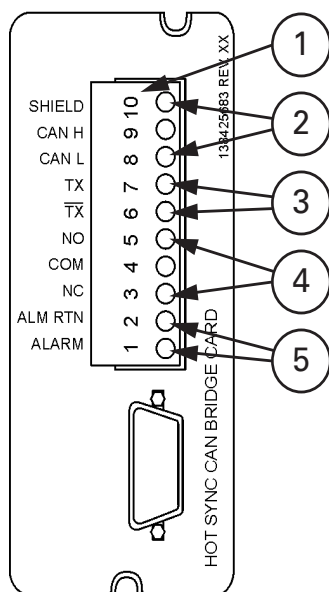
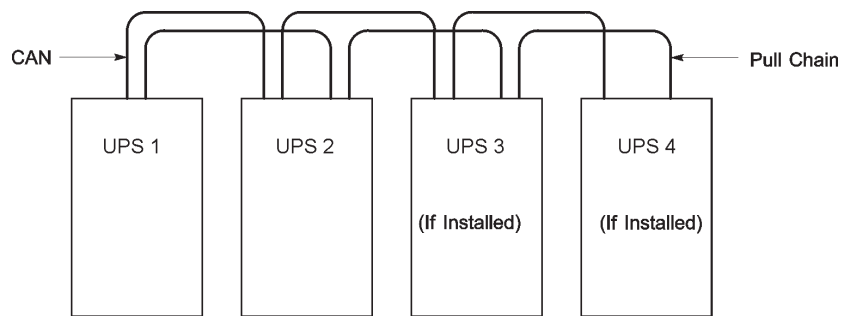
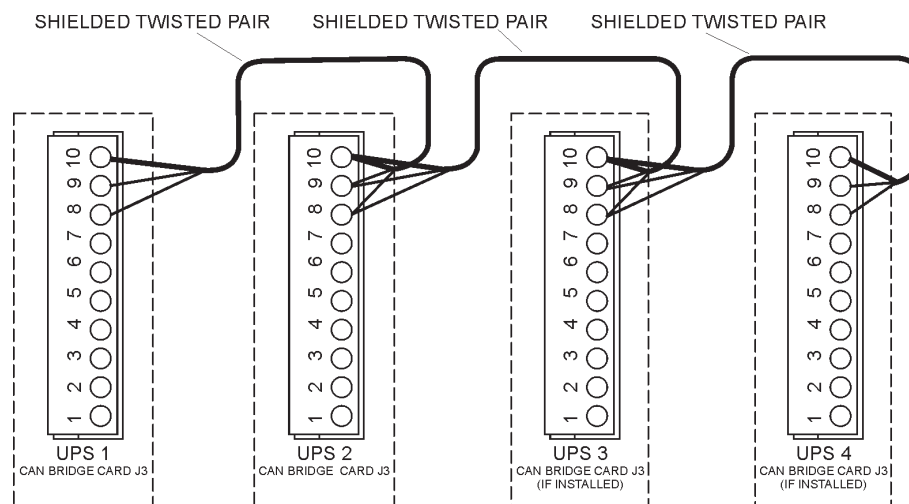

Рис. 5-2. Подключения карты Hot Sync CAN Bridge
Рис. 5-3. Установка упрощенной интерфейсной проводки Pull-Chain и CAN системы с распределенным байпасом
Рис. 5-4. Подключение CAN системы с распределенным байпасом ИБП без использования MOV
Расположение соответствующих клемм на карте HotSync CAN Bridge см. на Рис. 5-2 и в Табл. 5-1 на стр. 59.
7. Проложите и установите проводку CAN между шкафами ИБП. Расположение клемм карты HotSync CAN Bridge см. на Рис. 5-2 и в Табл. 5-1 на стр. 59, а информацию по подключению проводки на Рис. 5-3, Рис. 5-4 и в Табл. 5-2 на стр. 62.